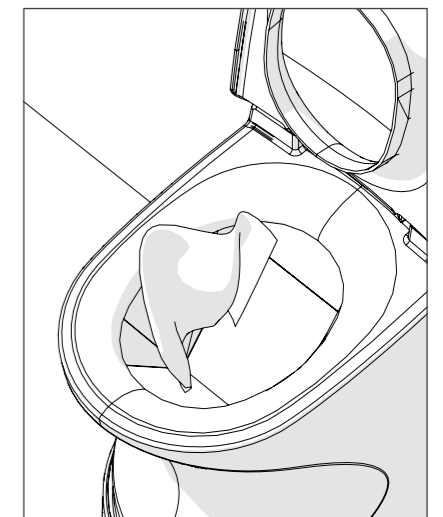

Ilustración 8
3. Limpie la taza con un paño suave (Ilustración 8). Alternativamente, puede usar toallas de papel y luego echarlas en la cámara de incineración después de la limpieza. Cuando termine, cierre la tapa del inodoro. Entonces se cerrará la trampilla de la cámara de incineración.